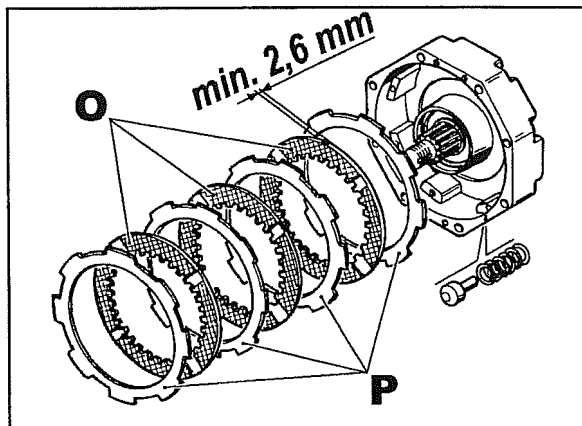
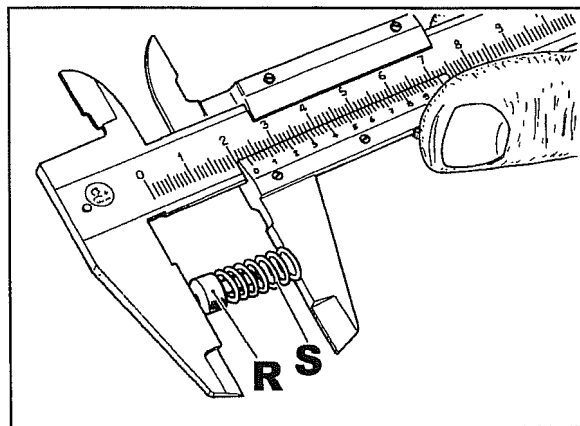
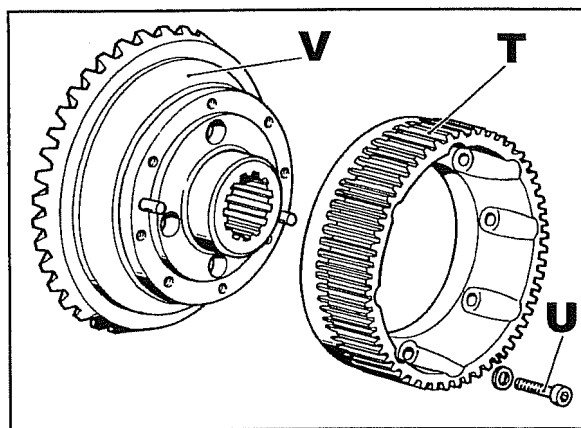
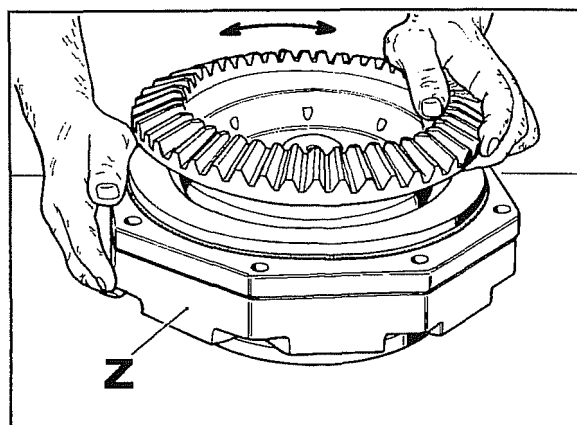

Fig. 26
Fig. 27
Fig. 28
Fig. 31
La fig. 26 mostra i componenti della massa frenante.
- 35 Verificare il consumo dei dischi **O** fig. 26 misurandone lo spessore che non deve essere inferiore ai **2,6 mm**. Verificare inoltre il buono stato dei dischi in acciaio **P**, se necessario sostituirli. Verificare con un calibro che gli otto perni **R** fig. 27 con le relative molle **S**, non abbiano misura inferiore ai **22,5 mm**. Se necessario sostituire le molle.
- 36 Verificare lo stato di usura dell'anello calettato **T** fig. 28. In caso di sostituzione, separarlo dalla corona **V** tramite le viti **U**.
- Nel rimontaggio della corona **V** fig. 28 sulla massa frenante **Z** fig. 31, prestare attenzione che tutti i dischi **O** fig. 26 vadano ad accoppiarsi con l'anello calettato **T** fig. 28, agendo con moto rotatorio come illustrato in fig. 31.